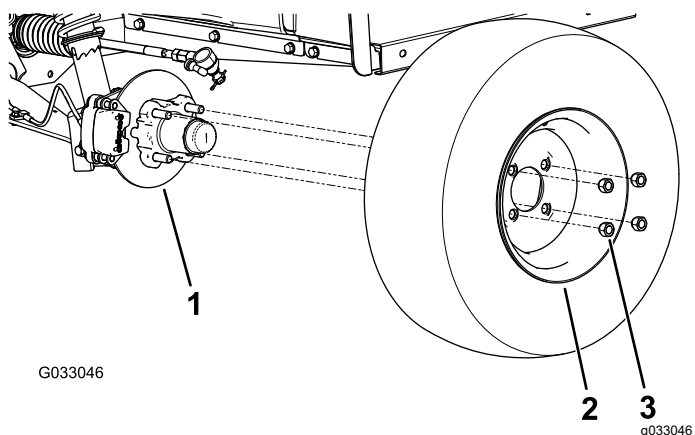

Figura 25
2. Retire las 4 tuercas que sujetan la rueda al cubo (Figura 25).
4. Alinee los taladros de la rueda con los espárragos del cubo y monte la rueda en el cubo con la válvula hacia fuera (Figura 25).
5. Sujete la rueda al cubo usando las tuercas de rueda (Figura 25).